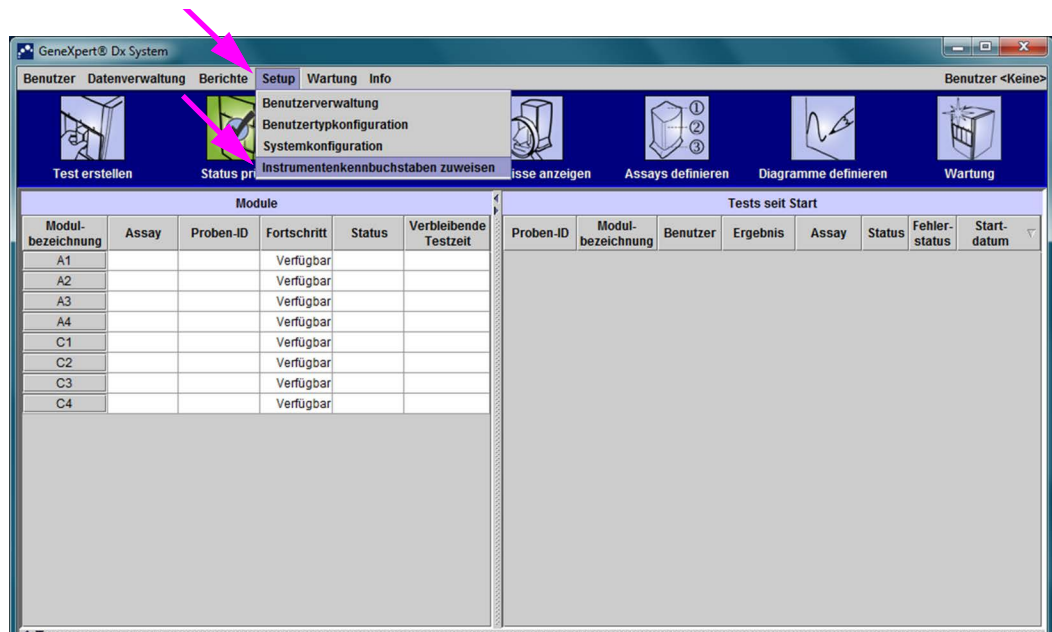
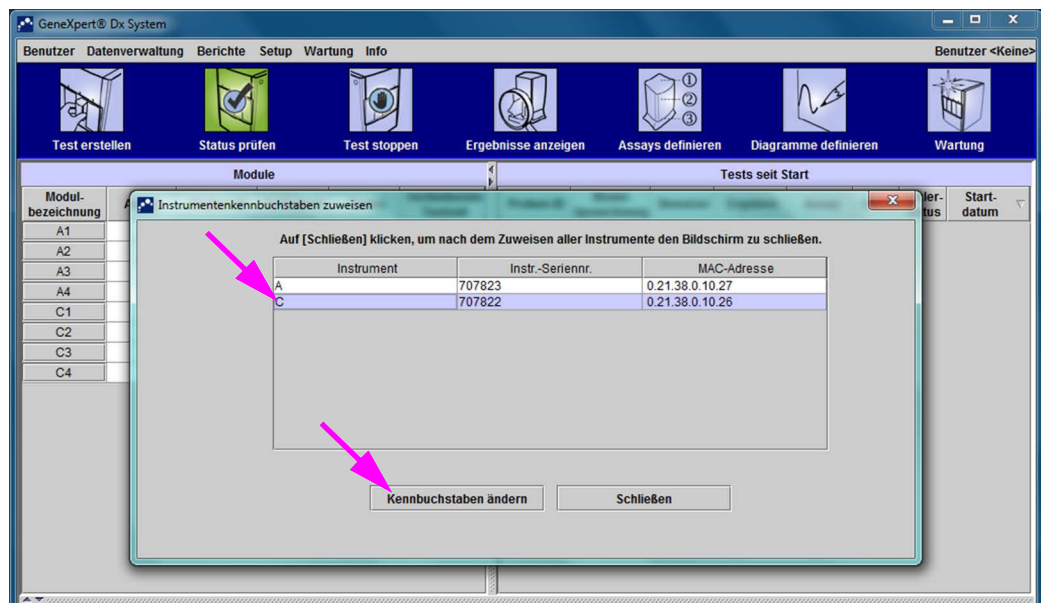

Abbildung 2-66. GeneXpert Dx System-Fenster mit Anzeige des Dropdown-Menüs „Setup“
Abbildung 2-67. GeneXpert Dx System-Fenster mit überlagertem Dialogfeld „Instrumentenkennbuchstaben zuweisen“
3. Um sicherzustellen, dass die zugewiesenen Kennbuchstaben mit dem GeneXpert GX-XVI-Instrument übereinstimmen, klicken Sie auf **Setup** in der Menüleiste im GeneXpert Dx System-Fenster (vgl. Abbildung 2-66) und wählen Sie anschließend **Instrumentenkennbuchstaben zuweisen** aus dem Dropdown-Menü. Das Dialogfeld „Instrumentenkennbuchstaben zuweisen“ wird angezeigt (vgl. Abbildung 2-67). Gleichzeitig blinken die grünen LED-Anzeigen der vier Module, die zu dem ausgewählten Quadranten gehören.
4. Um den Kennbuchstaben zu ändern, wählen Sie das Instrument, das geändert werden soll, durch Anklicken aus und klicken Sie anschließend auf **Kennbuchstaben ändern** im Dialogfeld „Instrumentenkennbuchstaben zuweisen“ (vgl. Abbildung 2-67).
6. Klicken Sie auf **Schließen**, um das Dialogfeld „Instrumentenkennbuchstaben zuweisen“ zu schließen (vgl. Abbildung 2-67).